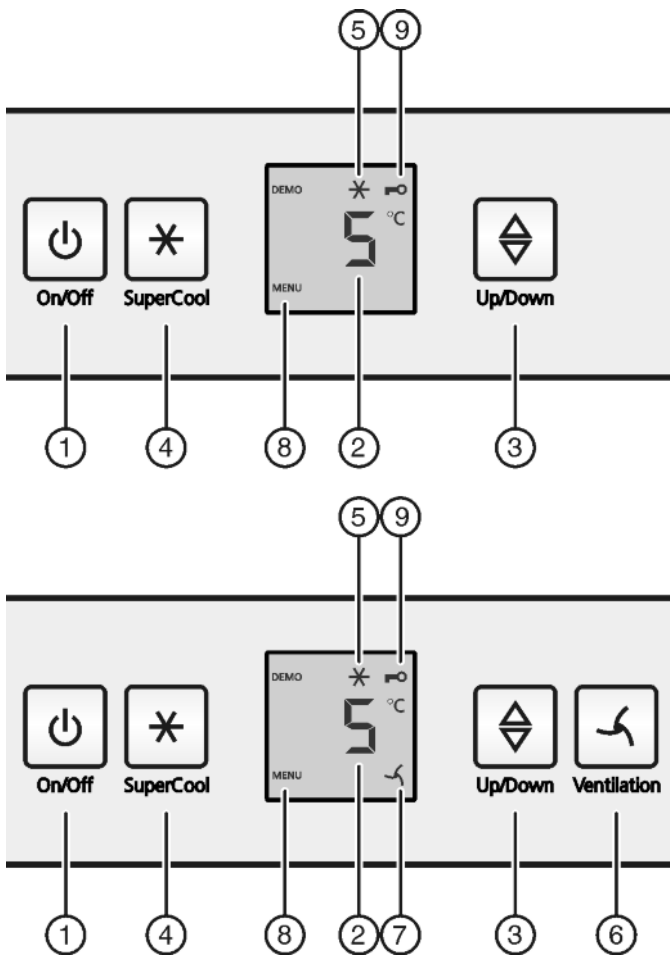

Fig. 2
- ▶ Nyomja meg az On/Off gombot Fig. 2 (1).
- ▶ Nyomja meg a SuperCool Fig. 2 (4) gombot kb. 5 mp-re.
- ▷ A kijelzőn megjelenik a Menü ikon Fig. 2 (8).
- ▶ A SuperCool Fig. 2 (4) gombbal röviden nyugtázza.
- ▷ A gyermekbiztosítás ikon Fig. 2 (9) világít a kijelzőn.
- ▶ Röviden nyomja meg az On/Off Fig. 2 (1) gombot.
- ▶ Hőmérsékletfunkció előhívása: Nyomja meg a beállítógombot *Fig. 2 (3)*.
- ▶ A hőmérsékletet 1 °C-os lépésekben változtathatja: Annyiszor nyomja meg a beállítógombot *Fig. 2 (3)*, amíg a kívánt hőmérséklet nem világít a hőmérsékletjelzőn.
- ▶ Nyomja meg röviden a SuperCool gombot *Fig. 2 (4)*.
- ▷ A SuperCool ikon *Fig. 2 (5)* világít a kijelzőn.
- ▷ A SuperCool ikon *Fig. 2 (5)* kialszik a kijelzőn.
- ▶ Nyomja meg röviden a szellőztetés gombot *Fig. 2 (6)*.
- ▷ A szellőztetés ikonja *Fig. 2 (7)* világít.